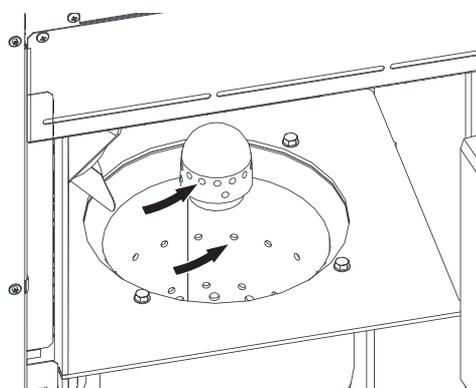

Fig. 43 Pulire con cautela la spina aria primaria, pulire i fori dell'aria secondaria nel corpo caldaia
- ▶ Estrarre la spina aria primaria ed eventualmente pulire con cautela i fori con un piccolo cacciavite o trapano (i fori devono essere liberi) – Fig. 43.
- ▶ Tutti i fori dell'aria secondaria nel corpo caldaia devono essere liberi – Fig. 43.